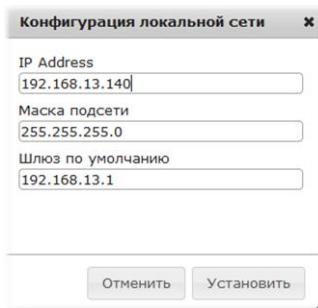

Рисунок 33 – Вид окна «Конфигурация локальной сети»
3) в отобразившемся окне «Конфигурация локальной сети» (см. Рисунок 33), задать конфигурационные настройки локальной сети, в соответствие с адресацией сети управления и нажать кнопку «Установить»;